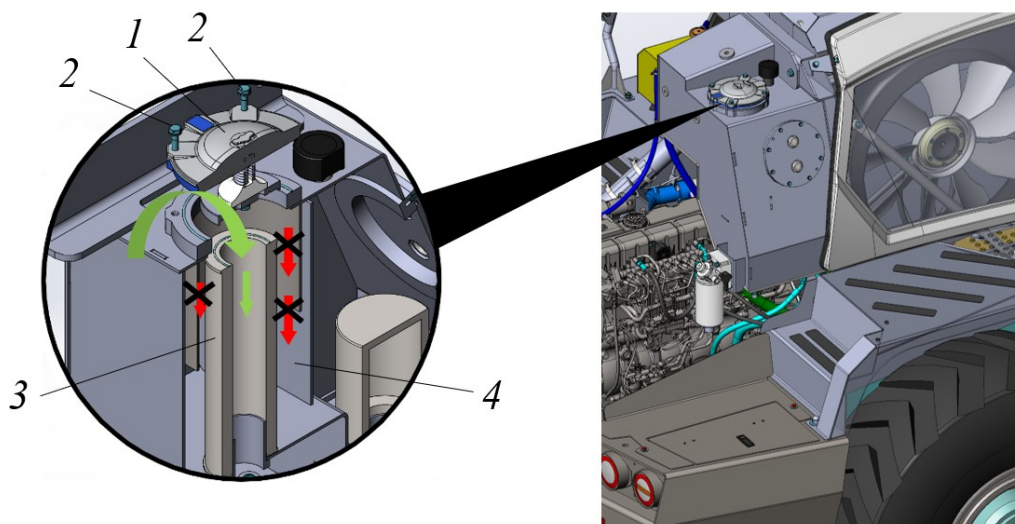

Рисунок 5.38. Процедура заправки масла в гидравлический бак
- Ключом (S=17) выкрутить болты с шайбами 2, крепящие крышку 1, см. рис. 5.38.
Масло заливать внутрь фильтра, см. рис. 5.38 показано зеленой стрелкой.
- Установить крышку фильтра 1, закрепив ее на баке болтами 2 с шайбами, рис. 5.38. болты затянуть моментом 41...46 Н*м.